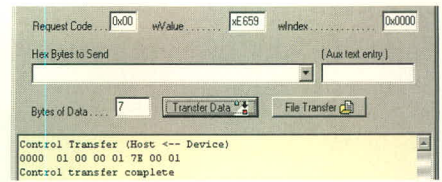

Рис. 5. LOAD\_DATA: чтение регистров прерываний
Нажимаем <Transfer Data>, и в поле сообщений (см. рис. 5) видим результаты завершения операции. По значению в регистре IBNIRQ (01) можно сделать вывод, что запросов IN к исследуемой точке не было. Прерываний, формируемых битом BUSY, также не было, поскольку значение регистра EPIRQ также равно 01.